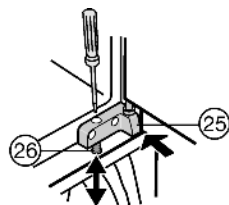

Fig. 13
- ▶ Выставьте устройство по высоте: при помощи регулировочных винтов Fig. 13 (26) в кронштейнах Fig. 13 (24, 25).